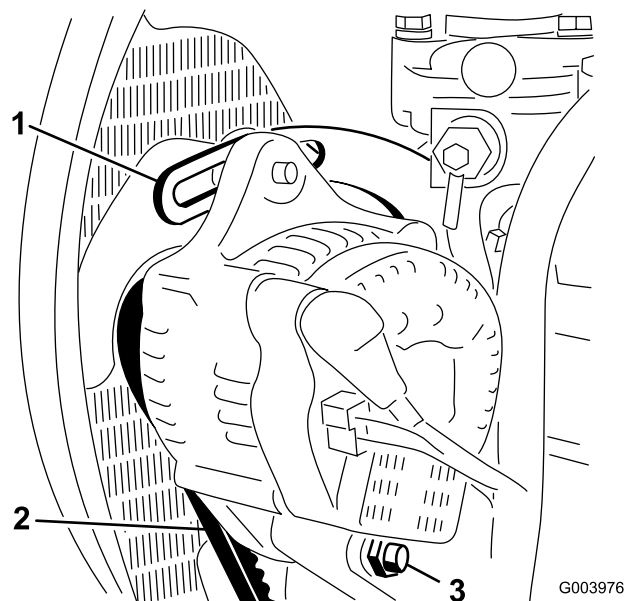

Figure 61
2. Vérifiez la tension de la courroie d'alternateur en exerçant une pression modérée avec le pouce au centre du brin, entre l'alternateur et la poulie du moteur (Figure 61).
3. Desserrez le boulon de fixation du renfort au moteur (Figure 61), le boulon de fixation de l'alternateur au renfort et le boulon de pivot.